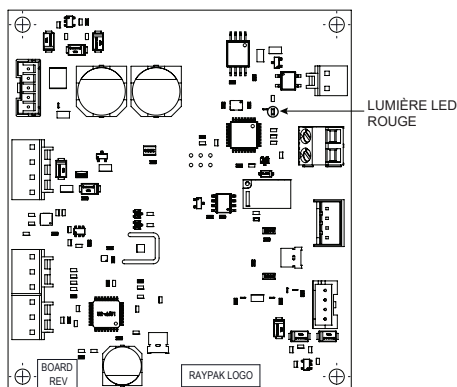

Figure 96. Conseil d'administration HO2T voyant d'indication d'alimentation
2. Vérifiez que la carte HO2T installée à l'intérieur de la boîte de jonction (J-Box) est présente. Confirmez que la LED rouge est allumée. Voir **Figure 96**.